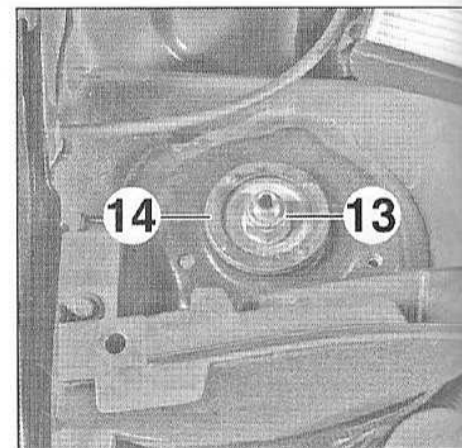

FIG.8
- l'écrou (13), en contre-serrant la tige d'amortisseur par son empreinte 6 pans creux, tout en maintenant l'élément dans le passage de roue (Fig.8).
- Récupérer la cuvette (14).